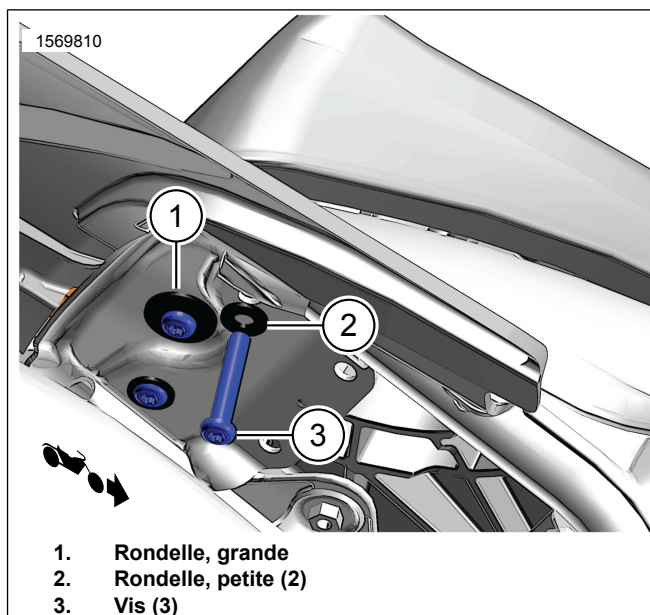

Figure 6. Fixer le siège arrière et son entretoise
6. Voir la Figure 6. Installez les rondelles (2) et deux vis (3).
7. Appliquez de l'adhésif frein-filet sur la vis (3).
8. Voir la Figure 6. Installez la rondelle (1) et la vis (3). Serrer.